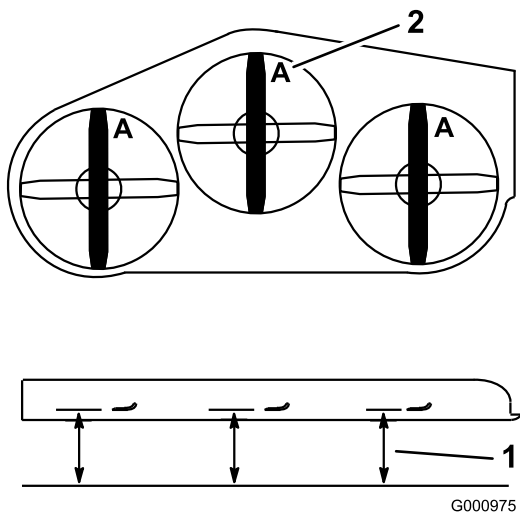

Figure 68
2. Mesurez la distance entre la surface plane et le tranchant (position **A**) des lames (Figure 68).